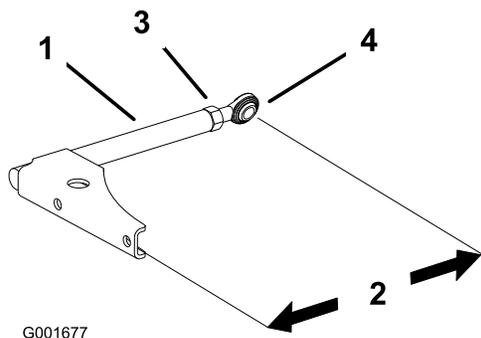

Figure 52
1. Desserrez l'écrou de blocage et tournez la rotule dans le sens anti-horaire, un tour à la fois (Figure 52).
- Réglez chaque côté de la même façon. La longueur nominale de chaque bras de poussée doit être de 34 cm à torsion de 15 degrés (13-1/2 po) (Figure 52)